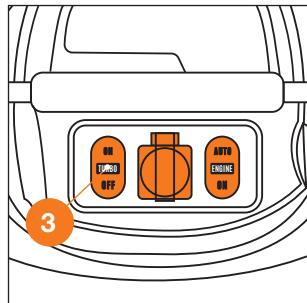

Рис. 14.1
- Режим турбо включается и выключается переключателем ③ (для DAVC 6025S) (Рис. 14.1).